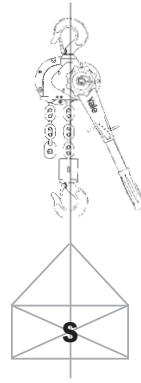

Fig. 1
- Il carico ed il gancio di sospensione durante le operazioni di sollevamento devono essere perpendicolari al baricentro del carico stesso per evitare pericolosi pendolamenti dello stesso (Fig. 1).